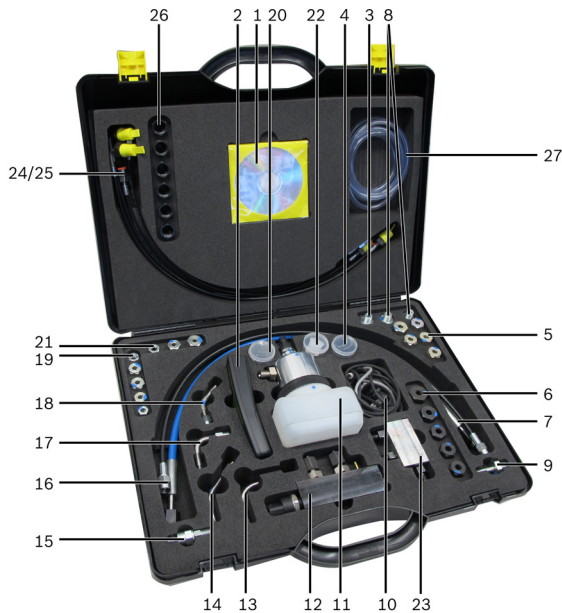

Fig. 1: Panoramica Diesel Set 3.1
Il modulo di rilevamento pressione (fig. 1, pos. 11) viene collegato con il tubo flessibile nero da 60 MPa direttamente al raccordo ad alta pressione delle pompe di alta pressione con un raccordo ad alta pressione. A tale scopo la tubazione ad alta pressione viene smontata dalla pompa.
Il rilevatore di pressione (fig. 1, pos. 12) viene collegato direttamente ad un raccordo ad alta pressione del rail del veicolo tramite il tubo flessibile blu da 180 MPa.